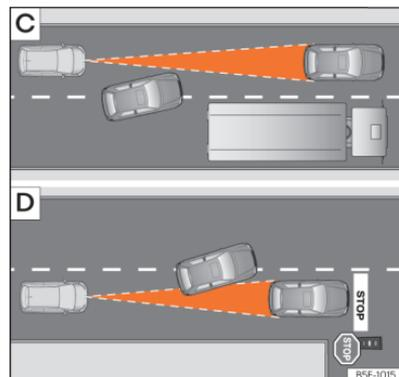

Abb. 109 **C**) Fahrspurwechsel eines anderen Fahrzeugs. **D**) Abbiegendes und weiteres stehendes Fahrzeug.
- Fahrzeuge, die in geringem Abstand auf die eigene Fahrspur wechseln »» (Abb. 109) **C**.
ACC reagiert nicht auf stehende Fahrzeuge. Wenn z. B. ein von der ACC erfasstes Fahrzeug abbiegt oder ausschert und sich vor diesem Fahrzeug ein stehendes Fahrzeug befindet, reagiert ACC nicht auf das stehende Fahrzeug »» (Abb. 109) **D**.